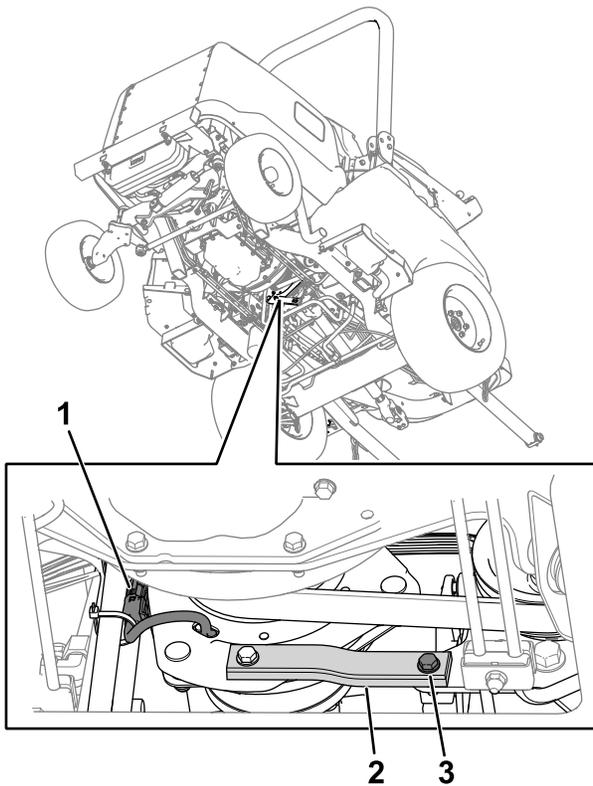

図 79
2. 機体のワイヤハーネスから、クラッチ用ワイヤハーネスのコネクタを外す 図 79。
3. フレームについている金属製とゴム製のストラップ 図 79 から、ボルト、ワッシャ、ナットを外す。